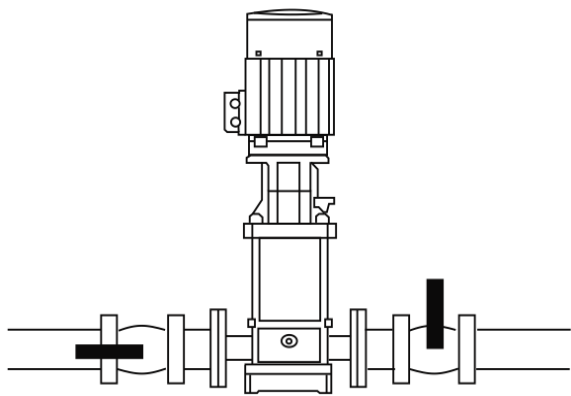
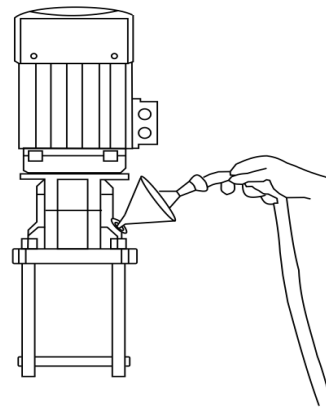

Рисунок 1
Рисунок 2
2. **Перед первым запуском** необходимо заполнить насосную камеру насоса водой. Для этого откройте вентиль на входном трубопроводе и закройте вентиль на выходном трубопроводе (смотрите рисунок 1 на следующей странице). Затем открутите пробку заливного отверстия и залейте в насосную камеру воду (смотрите рисунок 2 на следующей странице).